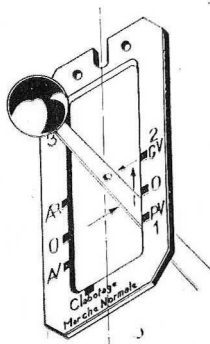

Fig. 21
**Pour obtenir la grande gamme de vitesses** (fig. 21).